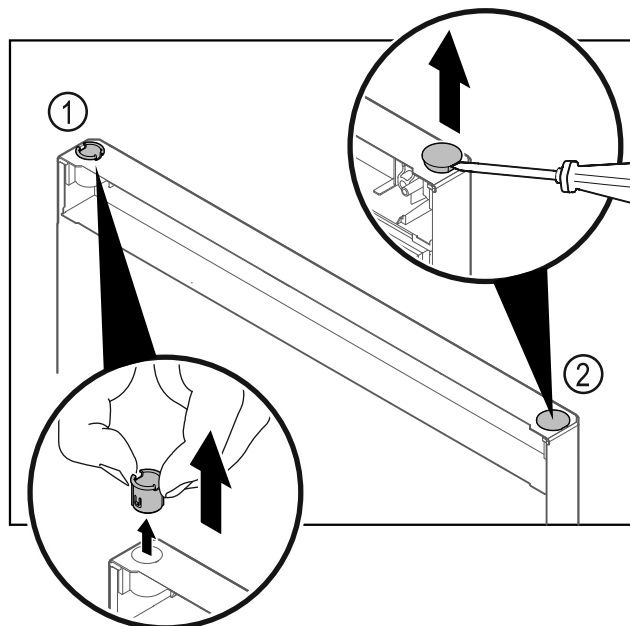

Fig. 20
- ▶ Изтеглете с пръсти втулката на пантата Fig. 20 (1).
- ▶ С плоска отвертка внимателно повдигнете покриващата тапа Fig. 20 (2) и я извадете.